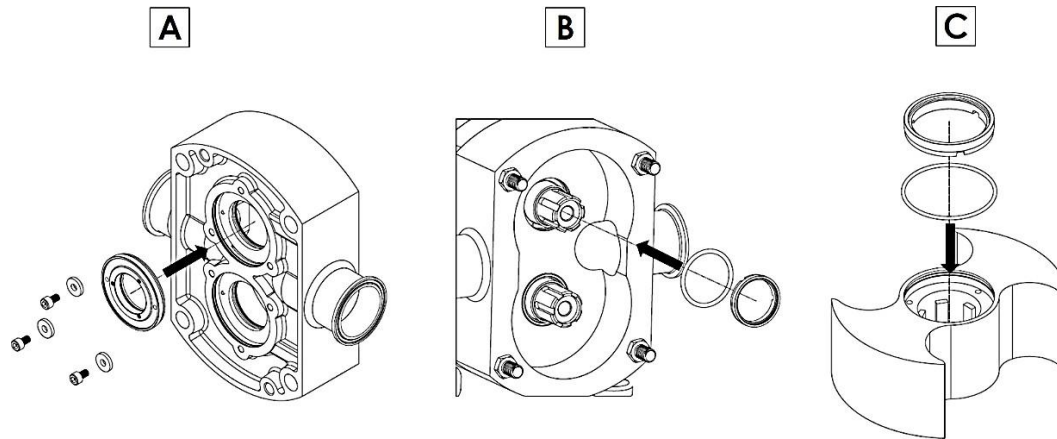

Figura 34: Ensamble de sello mecánico sencillo
**Ensamble:** Limpie cada extremo de la flecha y el cuerpo antes de ensamblar. Deslice las bases de los sellos mecánicos en el cuerpo y asegúrelas con los tornillos de retención y las arandelas (Figura 34, A). Aplique una película ligera de lubricante a los o-rings NUEVOS e insértelos en el cuerpo (Figura 34, B) y los rotores (Figura 34, C) junto con las caras del sello mecánico. Asegúrese de alinear la ranura del sello con los pernos del cuerpo y el rotor. Consulte Montaje de la bomba en la página 31 para continuar.